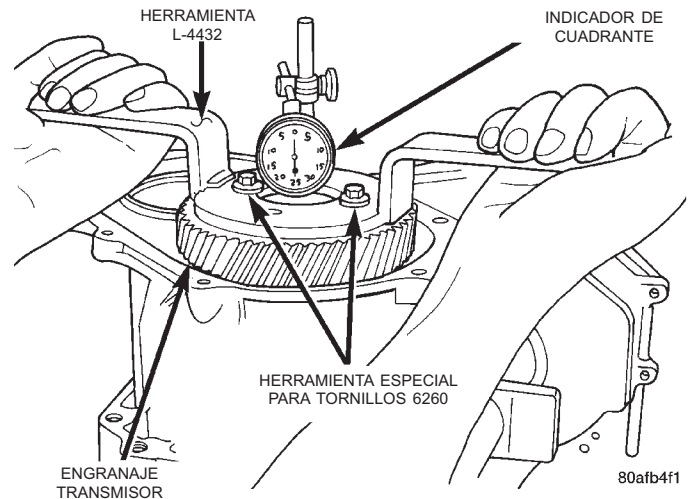

Fig. 240 Verificación del juego longitudinal de los cojinetes del engranaje transmisor
(3) Coloque la herramienta L-4432 en el engranaje.
(4) Empuje y tire del engranaje mientras lo hace girar hacia atrás y hacia adelante para asegurar el asentamiento de los rodillos del cojinete.
(5) Con un indicador de cuadrante instalado en la caja del transeje, mida el juego longitudinal del engranaje transmisor (Fig. 240).
(6) Para informarse sobre el espaciador necesario para obtener el valor de cojinete adecuado, consulte el cuadro de espaciadores de cojinete transmisor.